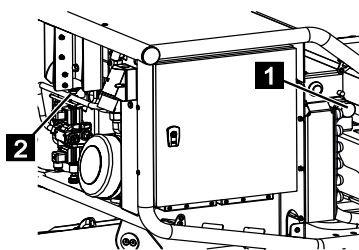

Fig. 203
- Après le mode d'entretien, dévisser totalement la vanne [LS] (Fig.203/2) et déverrouiller la vanne [Appui, chenille] (Fig.203/1) dans le sens inverse des aiguilles d'une montre et revisser les capots.